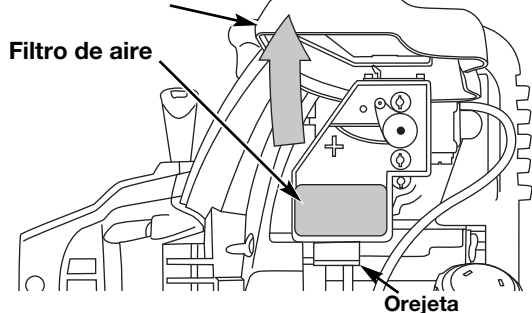

Fig. 23
1. Abra la tapa del filtro de aire. Empuje hacia adentro la lengüeta que está en lado inferior de la tapa. Después hale hacia afuera y arriba la tapa del filtro de aire. (Fig. 23).
2. Retire el filtro de aire (Fig. 23).
6. Vuelva a colocar el filtro (Fig. 23).